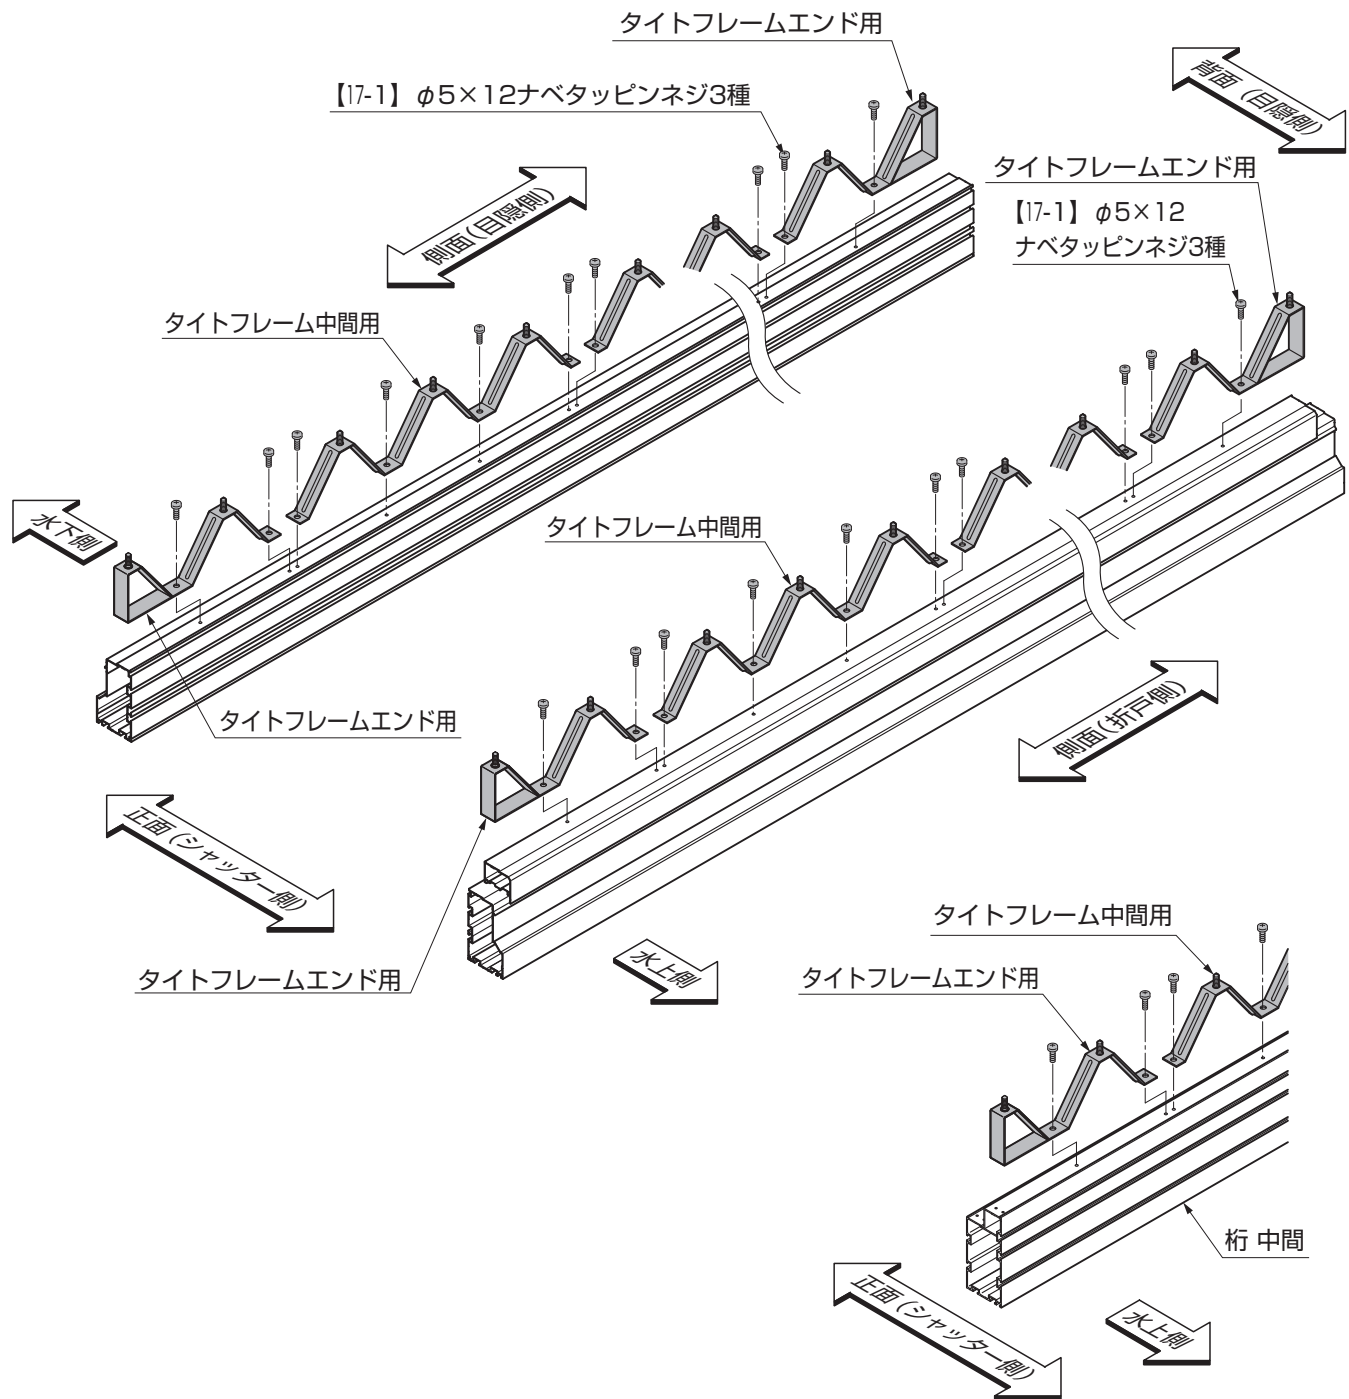

図7-2 桁 中間への取付け(縦横延長の場合)
- 縦横延長の場合は、桁 中間にもタイツフレームを取付けてください。(図7-2参照)